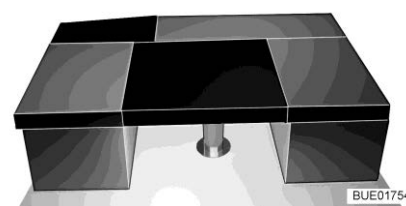

Fig. 165 Dopo la trasformazione
- Collocare il cuscino aggiuntivo rettangolare sul tavolo (tra i cuscini dei sedili dei divani, vedi Fig. 165).